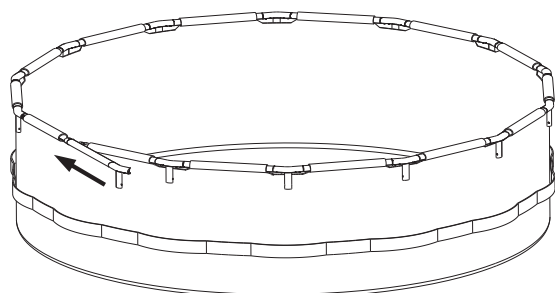

Figure 7
12. Assemblez l'ensemble de longeron avec raccord en T rapide lorsque vous avez assemblé le périmètre complet (voir la Figure 7).